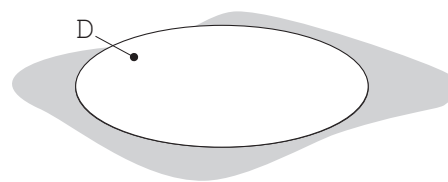

Fig.1
- 1) Dopo aver aperto la scatola contenente la sfera traforata [M] togliere il diffusore in vetro [D] e riporlo in un posto sicuro (Fig. 1)
- 1) Open the box that contains the perforated shade [M] and remove the glass diffuser [D]: put it aside on a safe place (Fig. 1)